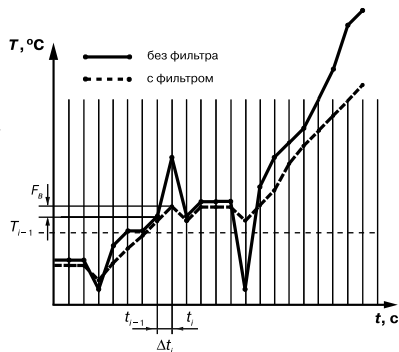

Рис. 4
3.1.4.4.2. Полоса цифрового фильтра позволяет защитить измерительный тракт от единичных помех и задается в единицах измеряемой величины. Если измеренное значение T_i отличается от предыдущего T_{i-1} на величину, большую, чем значение параметра F_B , то прибор присваивает ему значение равное $T_i + F_B$ (**рис. 4**). Таким образом характеристика сглаживается.
Как видно из **рис. 4**, малая ширина полосы фильтра приводит к замедлению реакции прибора на быстрое изменение входной величины. Поэтому при низком уровне помех или при работе с быстро-